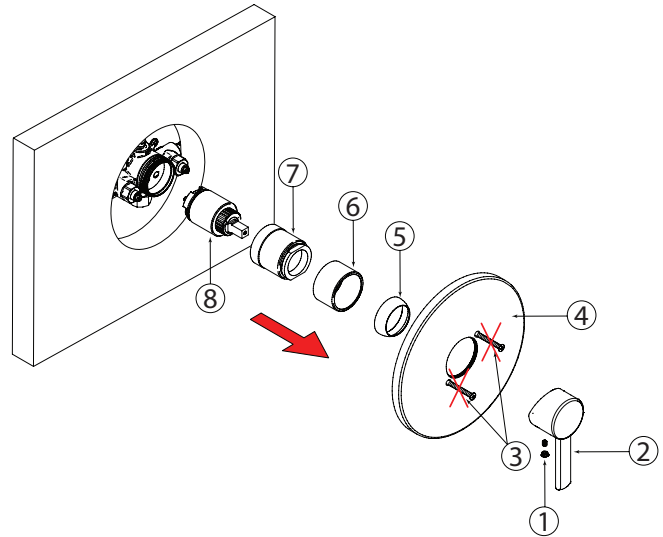

Fig.10
Shut off the main water supply, then remove all the components from (1) to (8) Fig. 10. Afterwards, discard of the 2 screws (3).
Fermer l'alimentation d'eau principale et démonter toutes les composantes de (1) à (8) Fig.10. Ensuite, éliminer les deux vis (3).
Installer les kit d'extention (1 & 2) et réinstaller les composants (3 à 7) dans l'ordre inversé à la fig. 10.